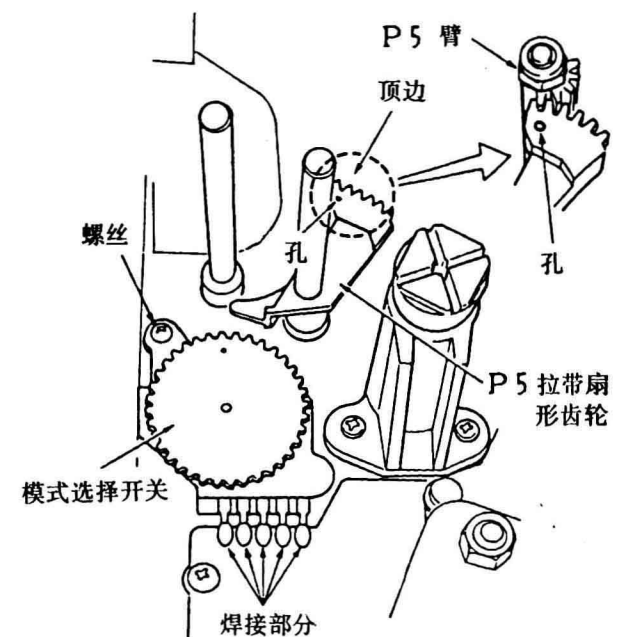

图74
②安装P5拉带扇形齿轮时,须使其上的小孔与P5齿轮的齿尖对准,如图74所示。